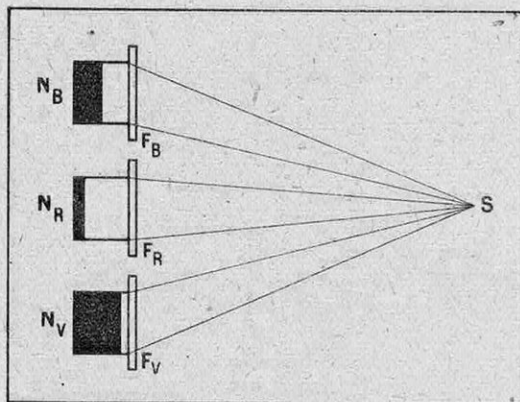

FIG. 1. — PRINCIPE DE L'ANALYSE DES COULEURS PAR SÉLECTION TRICHROME
A partir des trois négatifs N_B , N_R , N_V (fig. 1), on fait trois tirages positifs P_B , P_R et P_V des images. Les densités relatives d'argent réduit se trouvent inversées. Si nous projetons sur un même écran les trois éléments d'image colorés à l'aide des mêmes filtres qui ont servi à la sélection, la couleur se trouve reconstituée. Par exemple, la couleur analysée dans le cas de la figure 1 donnera une reproduction qui contiendra très peu de rouge (forte densité d'argent dans le positif), beaucoup de vert et une proportion moyenne de bleu, ce qui correspond à la composition de la lumière issue de la source S .
Quel que soit le procédé que l'on adopte pour reproduire photographiquement les couleurs, il faut d'abord les analyser à la prise de vue. Pour cela, les procédés reposent tous sur le même principe : on forme d'un objet trois images filtrées à l'aide de trois filtres : rouge, vert et bleu, par exemple. Ces images donnent trois négatifs dans lesquels la densité de l'argent précipité est proportionnelle à l'intensité de la couleur correspondante (fig. 1). Ces trois images pourront d'ailleurs se trouver sur trois films différents, ou sur le même film à des emplacements différents, ou même superposées ou imbriquées les unes dans les autres.
On remplace dans chacun des trois négatifs (I) obtenus à l'analyse (fig. 1) l'argent précipité par un pigment convenable, de couleur complémentaire de celle qui a servi à la sélection trichrome : par exemple, dans le négatif correspondant au filtre bleu, l'argent est remplacé par un pigment jaune orangé (blanc moins bleu), dans le négatif du rouge par un pigment bleu vert (blanc moins rouge) et enfin dans le négatif du vert par un pigment magenta (blanc moins vert). La lumière qui traverse successivement ces trois négatifs colorés (II) donne une image résultante négative dont les couleurs sont complémentaires des couleurs photographiées : sur l'exemple choisi (qui correspond au cas de la fig. 1), la lumière qui traverse le négatif perdra beaucoup de vert (traversée du pigment magenta) et peu de rouge (traversée du pigment bleu vert) ; sa couleur sera complémentaire de celle qu'on a photographiée. Si on répète l'opération, on obtiendra, après passage par trois positifs en noir et blanc (III) et remplacement de l'argent par les mêmes pigments qu'en II, trois positifs (IV) qui donneront une image résultante positive et de même couleur que l'original.